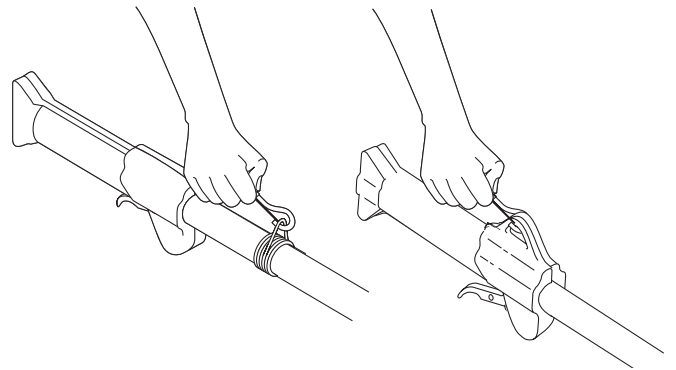

Fig. 5
3. Abróchelo en el montaje de apoyo (Fig. 5).